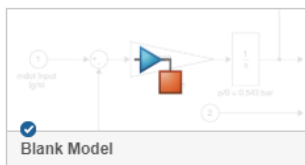

Рис. 2 Запуск новой Simulink модели
- 3 После запуска модуля Simulink, откроется стартовое окно Simulink Start Page. В этом окне необходимо нажать на кнопку создания новой Simulink модели Blank Model (рис. 2).